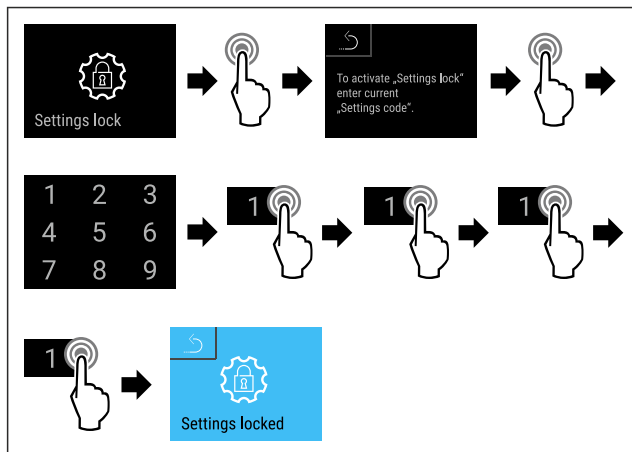

Fig. 88
- ▶ Seguir los pasos de procedimiento (consulte Fig. 88).